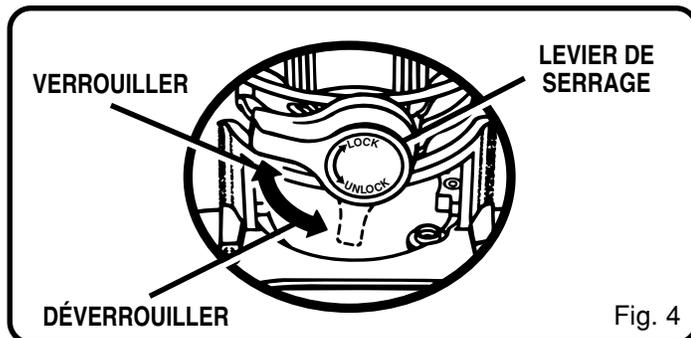

Fig. 4
Voir figures 4, 5, 6, et 7.
- Placez votre toupie sur une surface plane, desserrez le levier de serrage et tournez l'anneau de réglage de profondeur jusqu'à ce que le fer soit à l'intérieur de la sous-base. Voir figures 4 et 5.